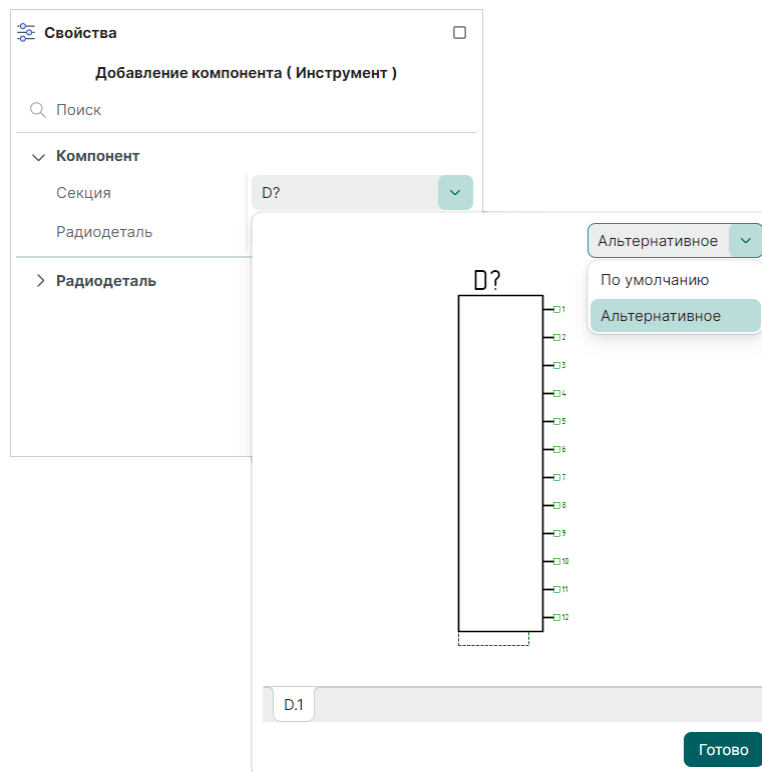

Рис. 22 Выбор представления УГО компонента
3. Переместите курсор в область функционального окна «Свойства», откройте выпадающее меню поля «Компоненты» → «Секция». Выберите вид представления УГО компонента, см. Рис. 22.